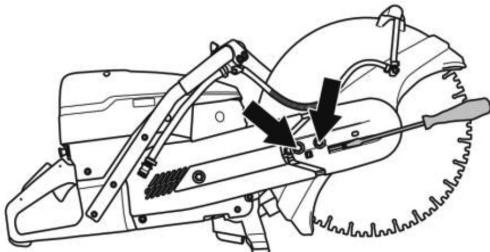

Рис. 53
Ослабьте болты крепления съемной головки, указанные стрелками на рис.53. Шестикранной отверткой или шестигранным ключом отрегулируйте натяжение ремня натяжным винтом. Для натяжки крутите винт по часовой стрелке, для ослабления – против.
1. Ослабьте болты крепления съемной головки, указанные стрелками на рис.53. Шестикранной отверткой или шестигранным ключом ослабьте натяжной винт, вращая его против часовой стрелки.